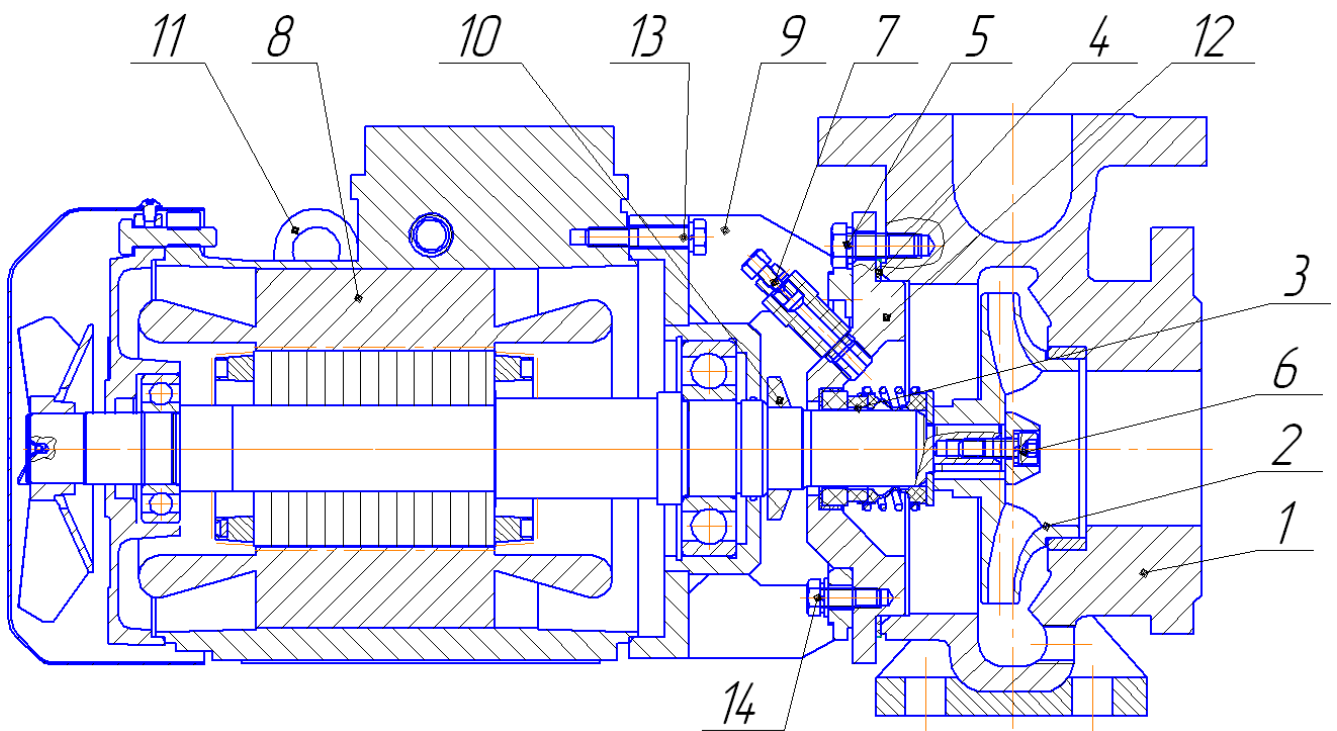

Рис. 3. Электронасос ЦМК.
3. Открутить болты поз. 5. (рис. 3) соединяющие проставку (фланец) поз. 9 (12) с корпусом спиральным поз. 1;